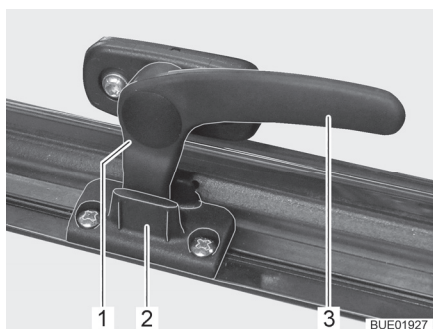

Fig. 12 Leva di serraggio in posizione "Aerazione continua"
- In posizione di "Aerazione continua" (Fig. 12)
- Ruotare la leva di serraggio (Fig. 12,3) di un quarto di giro verso il centro della finestra.
- Ruotare la leva di serraggio di un quarto di giro verso il telaio della finestra. Riportare contemporaneamente il nasello di chiusura (Fig. 12,1) nella rientranza della chiusura della finestra (Fig. 12,2).